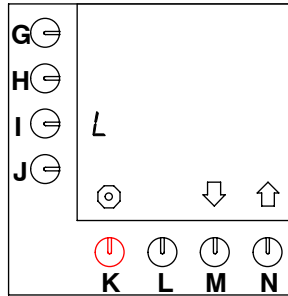

Fig. 32 La unidad ajustada por estandar = L (litros)
- Este es el valor por estandar, ver fig. 32).